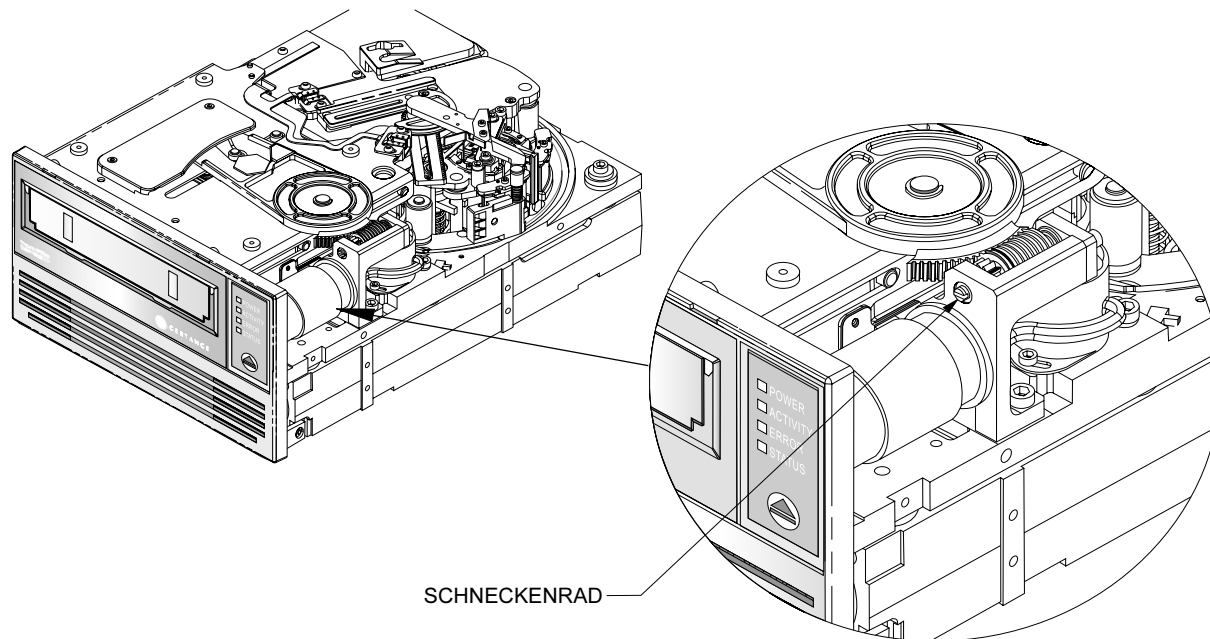

Abbildung 27. LTO-1- und LTO-2-Laufwerk-Schneckenrad
- 13.** Verwenden Sie einen Flachkopf-Schraubenzieher, um das Schneckenrad entgegen dem Uhrzeigersinn zu drehen (nach links). Abbildung 27 auf Seite 87 zeigt die Position des Schneckenrades. Hierdurch wird der Kassettenanhebemechanismus langsam angehoben, und die Kassette gleitet teilweise aus dem Laufwerk heraus.